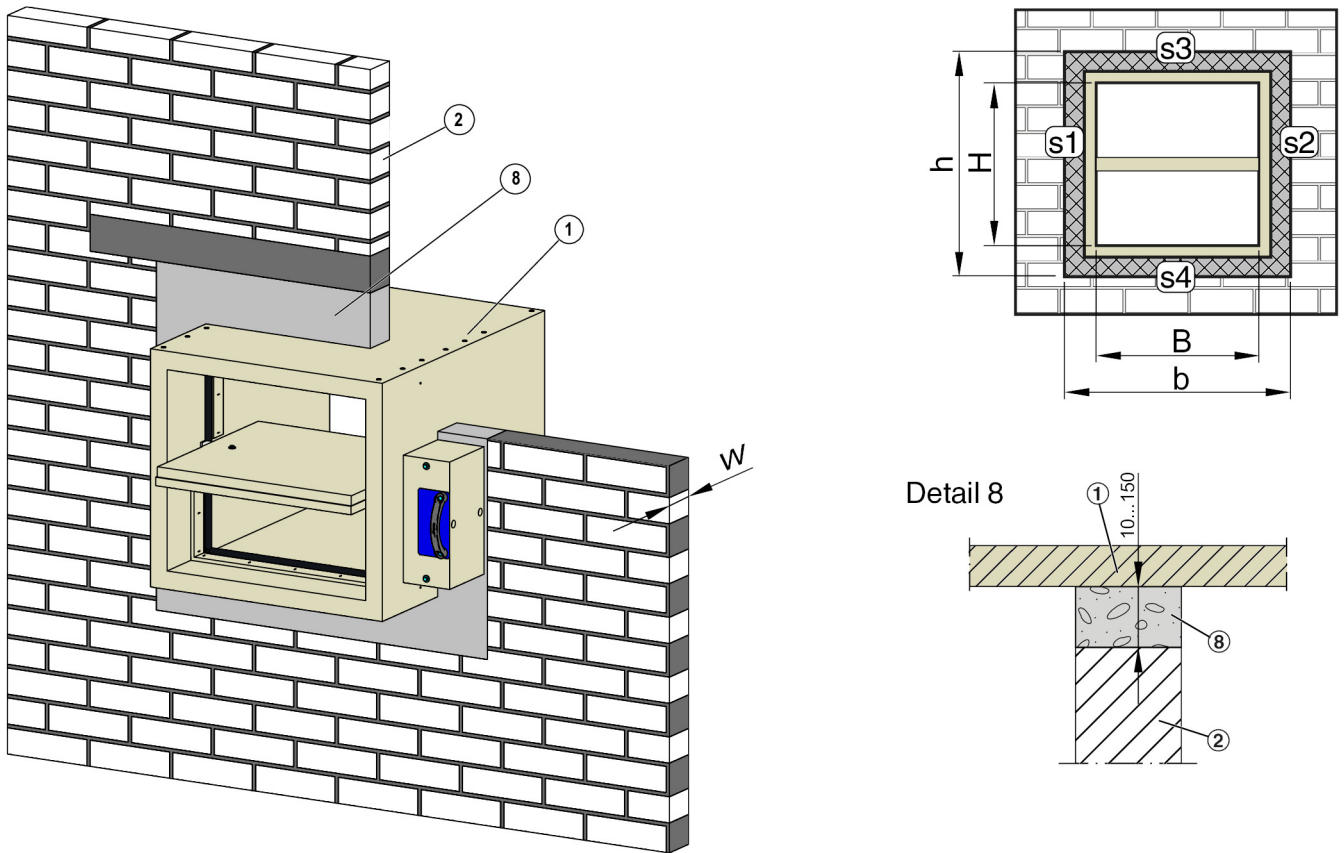

Abb. 14: Nass-Trockeneinbau in Massivwand, Einbauvariante a, Klassifizierungsindex: v_{ew}
1. ▶ Einbauöffnung fachgerecht herstellen, siehe Abb. 14 .